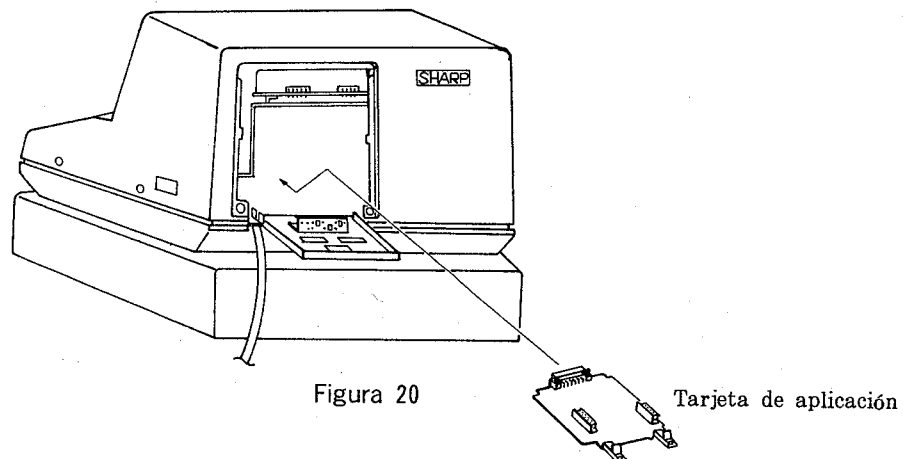
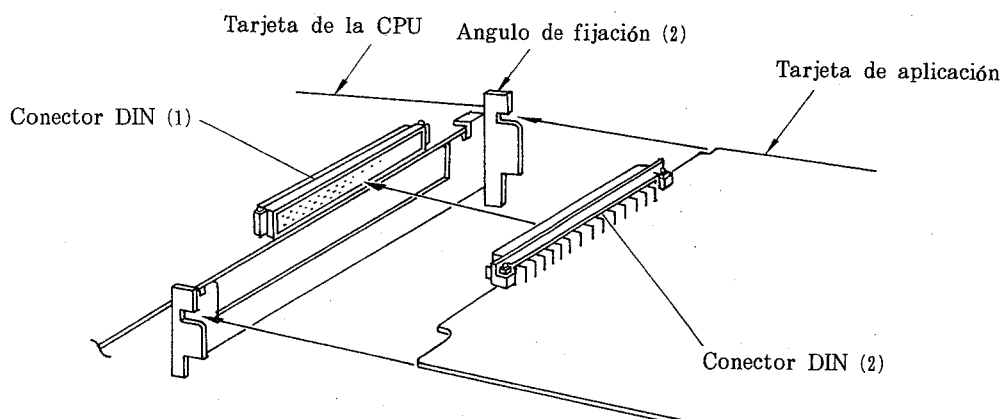

Figura 20
Figura 21
- (14) Restaure la tarjeta de aplicación como sigue.
- a) Inserte la tarjeta de aplicación en el cuerpo (figura 20) y acóplela al ángulo de fijación (2) (2 posiciones). (Vea la figura 21.)